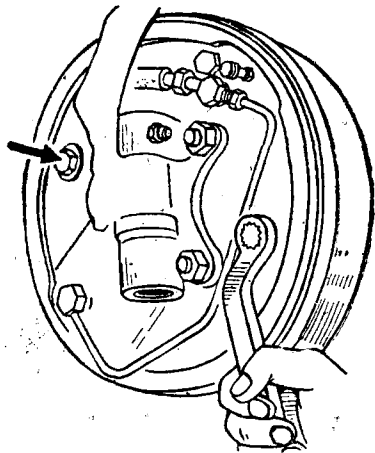

Рис. 74. Регулировка передних тормозов.
2. Вращая колесо вперед, слегка повертывайте регулировочный эксцентрик передней тормозной колодки, пока колодка не затормозит колесо (рис. 74 и 75).